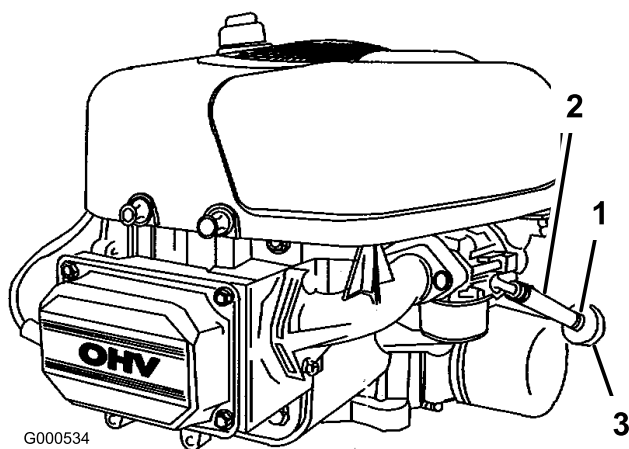

Figura 31
4. Allentate la fascetta stringitubo e spostatela in alto sul tubo del carburante, lontano dalla valvola di intercettazione del carburante (Figura 31).
5. Togliete i tubi del carburante dal filtro del carburante (Figura 31).
7. Collegate la linea del carburante al filtro del carburante. Infilate la fascetta vicino al filtro del carburante, per fissare il tubo del carburante (Figura 31).
4. Premete le estremità delle fascette stringitubo ed allontanatele dal filtro (Figura 31).
6. Montate il nuovo filtro con la direzione della freccia del flusso dal serbatoio della benzina verso il motore ed avvicinate le fascette stringitubo al filtro (Figura 31).